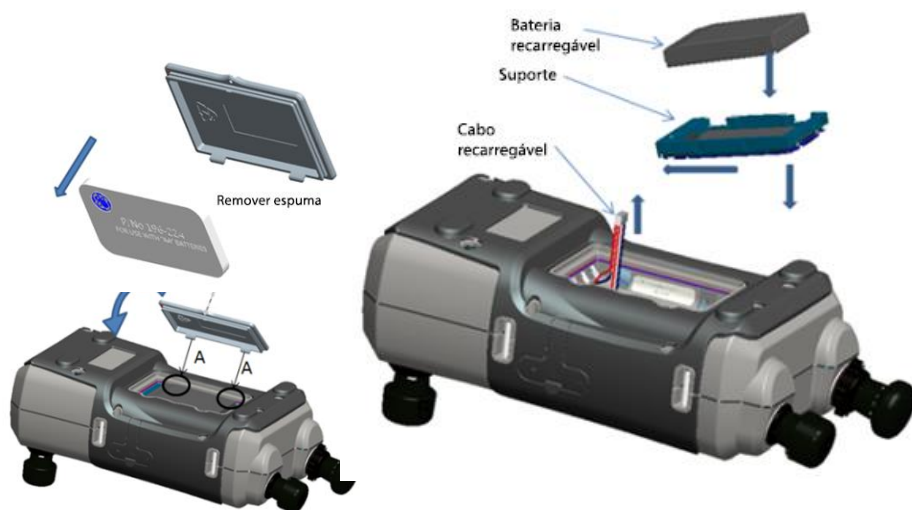

Figura 2 Encaixe kit de bateria recarregável
6. Recoloque a tampa da bateria. Feche o compartimento de bateria pressionando os engates dentro dos slots (A), empurrando para baixo a tampa inclinada e prendendo ao apertar o parafuso de fixação. (Veja a Figura 2.)